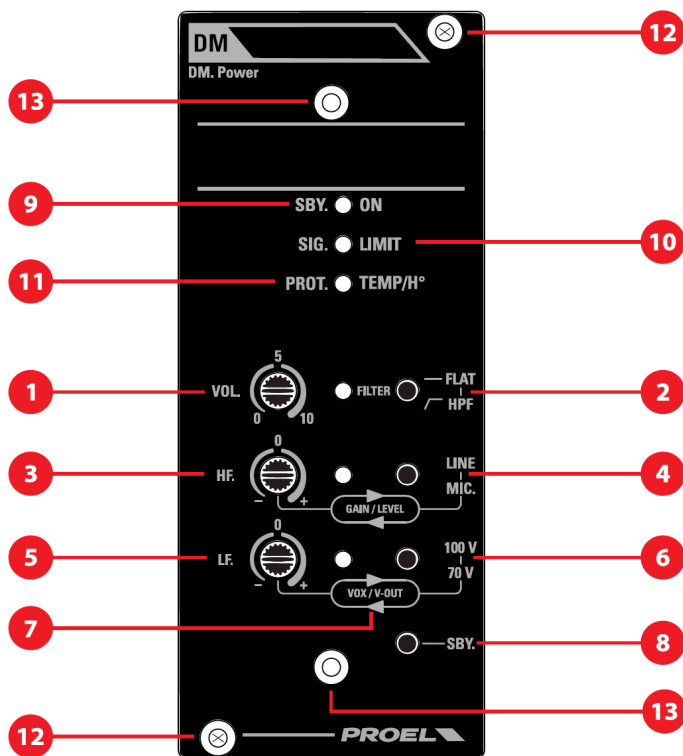

fig.1
Premere il tasto **FILTER** insieme al tasto **Std-By** (fig.1, rif.8) per attivare o disattivare il filtro 440Hz.
Premere il tasto **MIC/LINE** (fig.1, rif.6) insieme al tasto **Std-by** (fig.1, rif.8) per passare da una modalità d'ingresso all'altra (Micro o Linea), il led riporta e mantiene lo stato della selezione:
Tenere premuto il tasto **MIC/LINE (fig.1, rif.4)** per 2 secondi. Il Led corrispondente lampeggia BLU a indicare che si è nella modalità di regolazione del guadagno. Ruotare il potenziometro **HF (fig.1, rif.3)** per impostare il guadagno voluto. Tenere premuto il tasto **MIC/LINE** per terminare la regolazione del guadagno.
Appena terminata la regolazione del guadagno il Led corrispondente, inizierà a lampeggiare BLU VELOCE a indicare che il potenziometro **HF (fig.1, rif.3)** non è nella posizione precedente alla regolazione del guadagno e quindi invita l'utente a riportarlo dove era prima (al fine di mantenere la regolazione dei Toni Alti precedentemente impostata).
Premere il tasto 100V/70V insieme al tasto **Std-By (fig.1, rif.8)** per passare da una modalità all'altra
Tenere premuto il tasto **100V/70V (fig.1, rif.6)** per 2 secondi. Il Led corrispondente lampeggia BLU a indicare che si è nella modalità di regolazione **VOX**. Ruotare il potenziometro **LF (fig.1, rif.5)** per impostare il livello voluto. Con il potenziometro ruotato a fine corsa in senso antiorario, il VOX è disattivato.
Tenere premuto il tasto **100V/70V (fig.1, rif.6)** per terminare la regolazione del **VOX**.
Appena terminata la regolazione del VOX il Led corrispondente, inizierà a lampeggiare BLU VELOCE a indicare che il potenziometro **LF (fig.1, rif.5)** non è nella posizione precedente alla regolazione del VOX e quindi invita l'utente a riportarlo dove era prima (al fine di mantenere la regolazione dei Toni Bassi precedentemente impostata). Per riposizionare il potenziometro **LF (fig.1, rif.5)** (e quindi la regolazione dei Toni Bassi) nella posizione di partenza ruotare il potenziometro (a destra o a sinistra), quando il sistema intercetta la posizione precedente, il LED passa da BLU LAMPEGGIANTE a BLU FISSO per indicare all'utente che ha trovato la posizione.
- Utilizzato in combinazione dei tasti **MIC/LINE (fig.1, rif.4)** o **100V/70V (fig.1, rif.6)** consente le regolazioni riportate al punto **4 e 6**